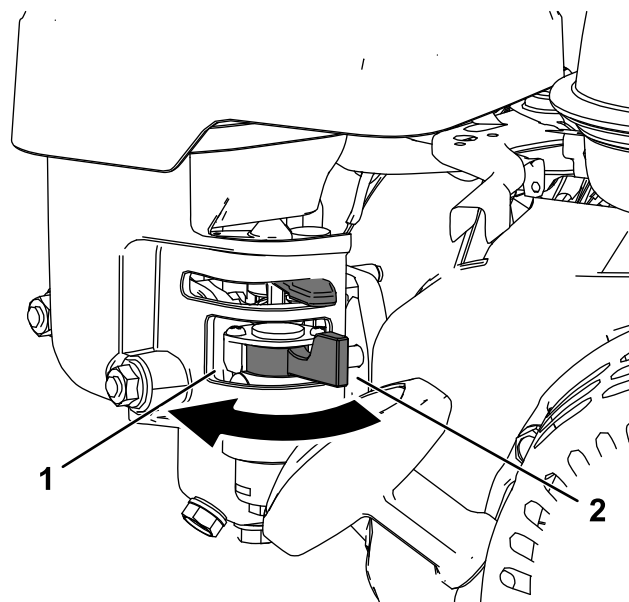

Рисунок 6
- Чтобы открыть топливный клапан, поверните рычаг клапана отключения подачи топлива в сторону рукоятки механического стартера (Рисунок 6).
- Чтобы закрыть топливный клапан, поверните рычаг клапана отключения подачи топлива в сторону от рукоятки механического стартера (Рисунок 6).